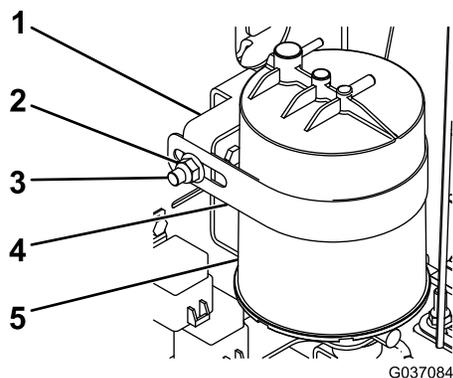

Рисунок 5
4. Прикрепите фильтр с углеродным элементом к кронштейну с помощью хомута фильтра и 2 каретных болтов с фланцевыми гайками (3/8 дюйма), как показано на Рисунок 5.